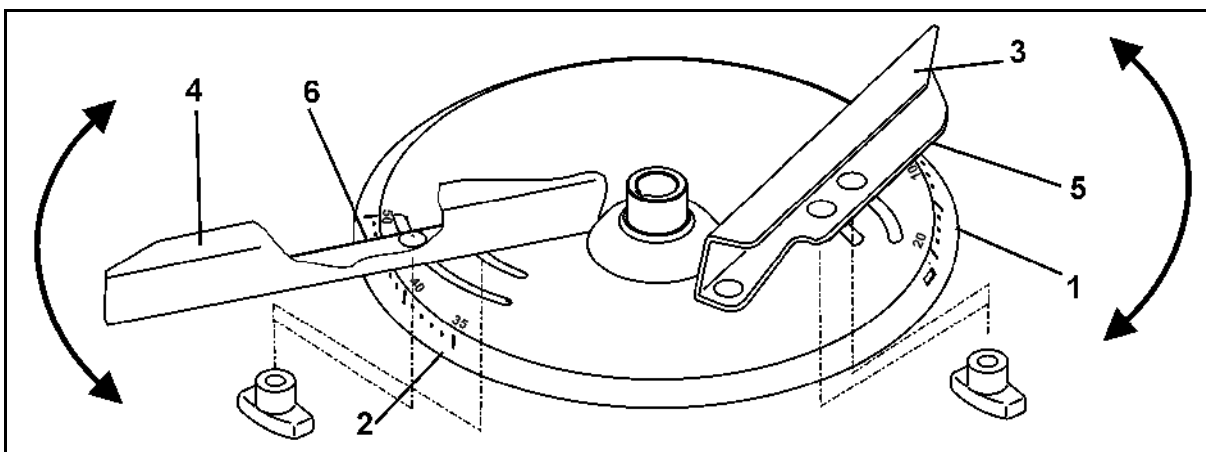

Fig. 69
2. Grøftspredning i henhold til gødningsforskrifterne (Fig. 69):